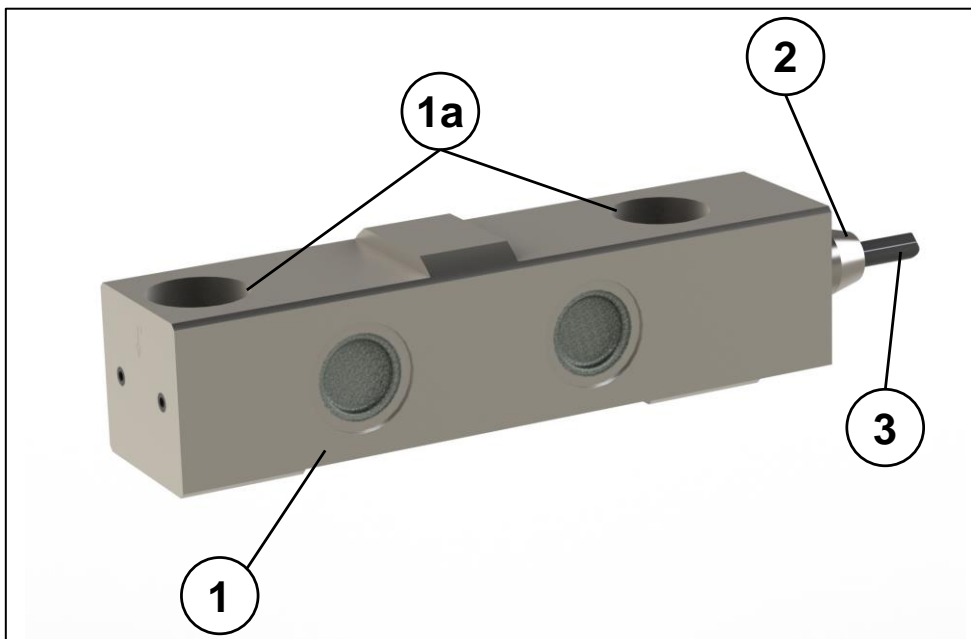

Bild 1: Normalkraftaufnehmer
Die BROSA Normalkraftaufnehmer des Typs 0250 dient der Erfassung der Kraft in zweiseitigen Scherverbindungen in oder an Maschinen und Geräten aller Art. Bild 1 zeigt den typischen Aufbau:
Der Normalkraftaufnehmer (1) wird auf die entsprechend gestalteten Auflageflächen (2) der zweiseitigen Verbindung eingesetzt und anhand der angesprochenen Merkmale (vgl. Bild 1) gegen nicht vorgesehene Bewegung gesichert. An der gegenüberliegenden Fläche des Normalkraftaufnehmers befindet sich mittig eine definierte Krafteinleitungsfläche. Die dort eingeleitete Kraft F wird durch Auswertung der sich ergebenden Verformung des Messkörpers auf die Messelektronik übertragen und als elektrisches Signal ausgegeben.